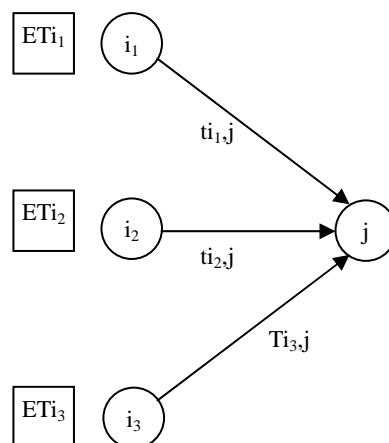

图 9-7 进入结点 j 有多条箭线图
2. 当进入结点 j 的箭线有多条（如图 9-7 所示），则结点 j 的最早开始时间为：